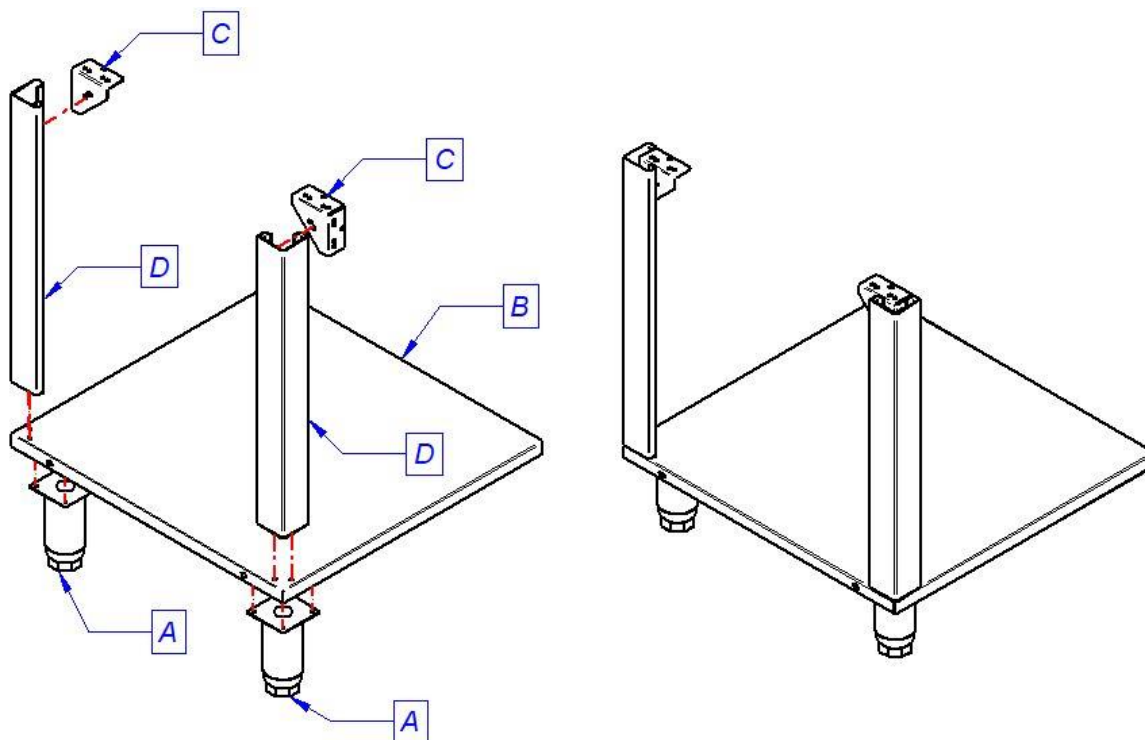

Imagen 8.- Pre-montaje de la bandeja de secado
- Premontar la bandeja de secado. **Ver imagen 8:**